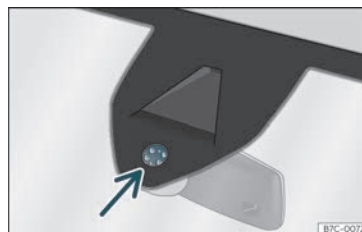

Fig. 94 Superfície sensible del sensor de pluja.
» **fig. 94** del sensor de pluja són, entre d'altres:
- Netegeu regularment la superfície sensible del sensor de pluja i comproveu possibles danys en les escombretes » **fig. 94** (fletxa).